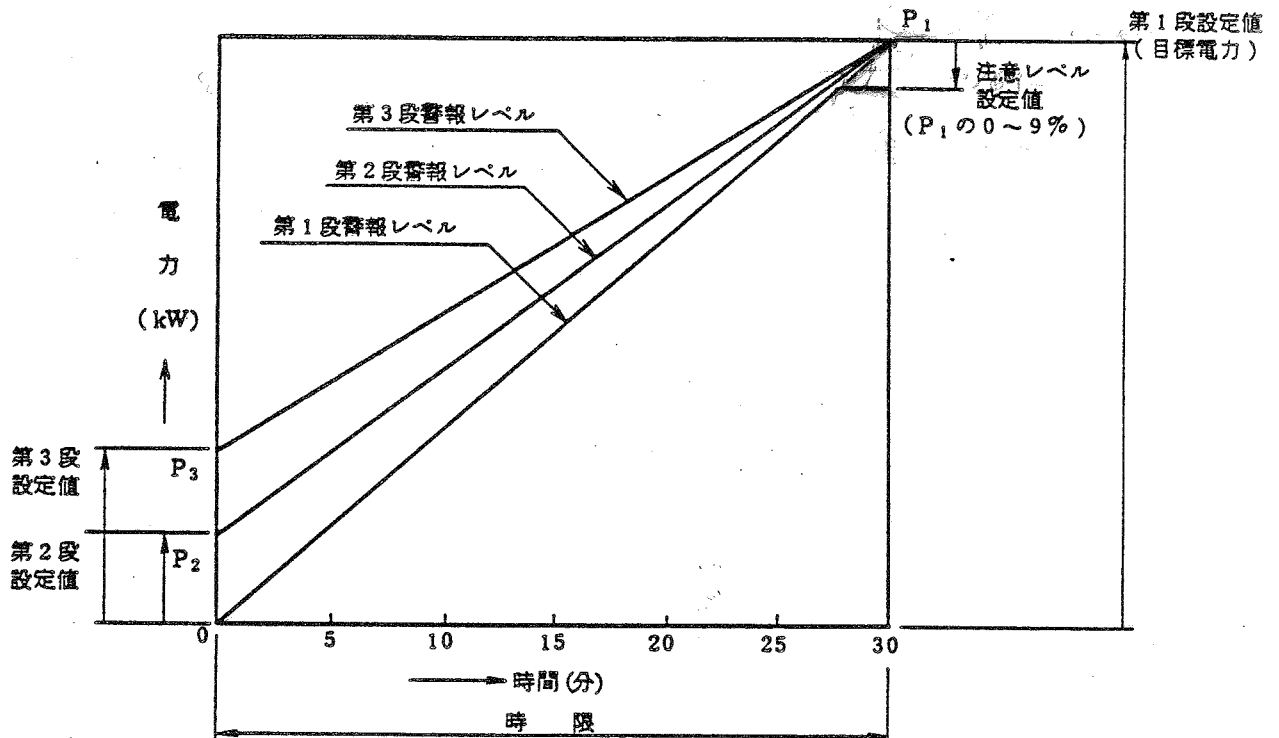
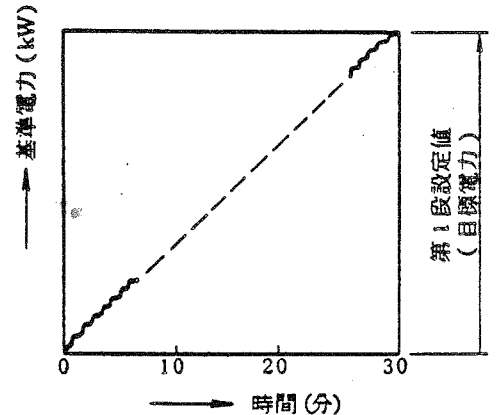

図1. 警報レベルの変化
図3. 基準電力表示
- 2) 現在電力の値を図 1 のようにあらかじめ設定可能な 3 段階の警報レベルと常に比較し、現在電力が各々の警報レベル以上になると第 1 段～第 3 段の警報を発生します。
各警報レベルの変化をモデル的に示すと図1のようになります。
（実際の各警報レベルの変化は設定値の1%ずつ階段状に、図1の直線に沿って変化します）
図3のように、18秒毎に第1段設定値(目標電力)の1%ずつ階段状に増加していく値を表示します。これは注意レベル設定がゼロの場合には第1段警報レベルと全く同じであり、この表示と現在電力表示を見ることによって、警報が出るまでの余裕(あるいは警報発生後の超過の程度)を知ることができます。(第1段警報レベルは図1のように注意レベル設定によって変化を停止しますが、この基準電力表示は、注意レベル設定とは無関係に時限の終了時まで同じ割合で増加し続けます。また図3に示されるように、時限の始まりの時点で目標電力の1%の値となり、時限終了の18秒前に目標電力に等しくなります)
り、停電回復後は時限およびデマンドの計量値ともゼロからスタートします。このため停電があった場合には図3のように取引用デマンドメータとの時限にずれを生じ、時限の同期をとり直すことが必要です。
第1段～第3段の設定をそれぞれ3桁のデジタルスイッチによってkW×乗率(10ベキ乗率ラベル使用)の単位で設定します。また注意レベル設定を1桁のデジタルスイッチによってパーセント単位で設定します。この4つの設定によって第1段～第3段の警報レベルは図1に示すように変化して監視を行います。注意レベルの設定は、時限の終了に近くなって急な使用電力の増加があった場合に(第1～第3段の警報レベルが時限の終了付近では差が小さくなっているため)第1段警報が出るとすぐに第2段、第3段警報が出てしまうということが想定され、これを防ぐために第1段警報を少し早めに出したいときに使用します。